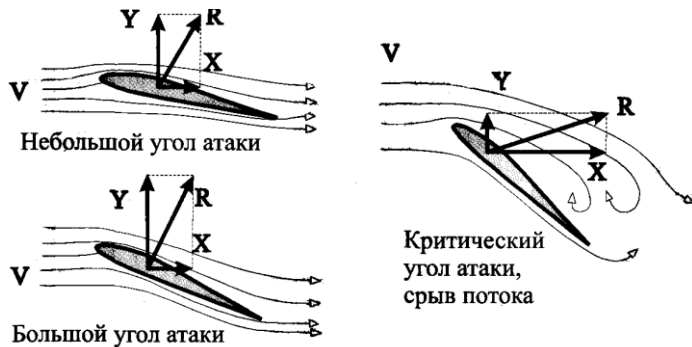

Abb. 2.
3. Welches Bild zeigt die Informationen aus dem Teil 1, welches die aus dem Teil 2? Übersetzen Sie die Wörter in der Abbildung 2 ins Deutsche.